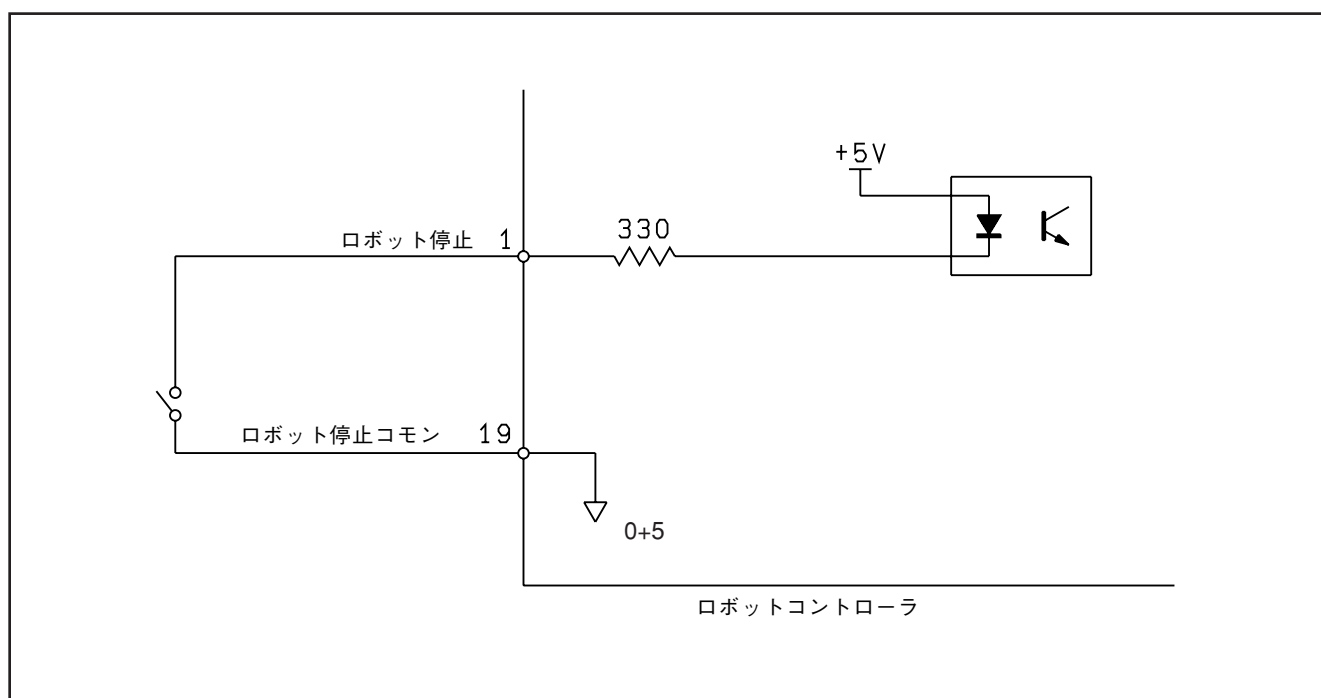

図4-27 入力回路（汎用・専用）
- ⑧「ロボット停止」の信号については、必ず有接点のハード回路で構成してください。
- ⑨この信号だけは、他の入力回路と異なり、図4-27のような回路構成で、電源はロボットコントローラからのものを使用します。